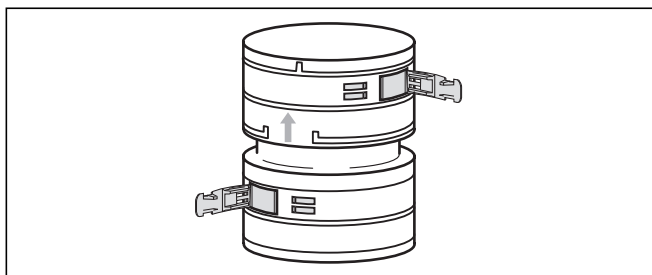
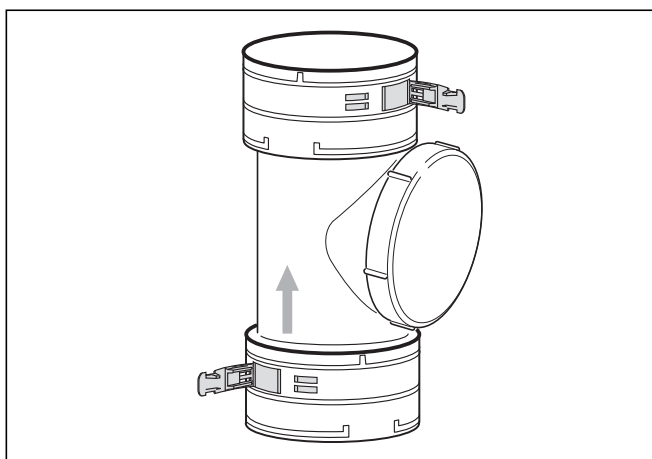

Fig. 4.42 Élément de raccordement
Fig. 4.43 Élément de nettoyage
- Le cas échéant, montez d'abord les éléments de raccordement et de nettoyage (cf. fig. 4.42 et 4.43).
Au lieu de surmonter la longueur totale de la conduite flexible d'évacuation des fumées avec un seul élément, vous avez la possibilité de l'installer en plusieurs pièces et de joindre celles-ci bout à bout avec des éléments de raccordement (réf. 303 512, fig. 4.42) ou un élément de nettoyage (réf. 303 511, fig. 4.43).